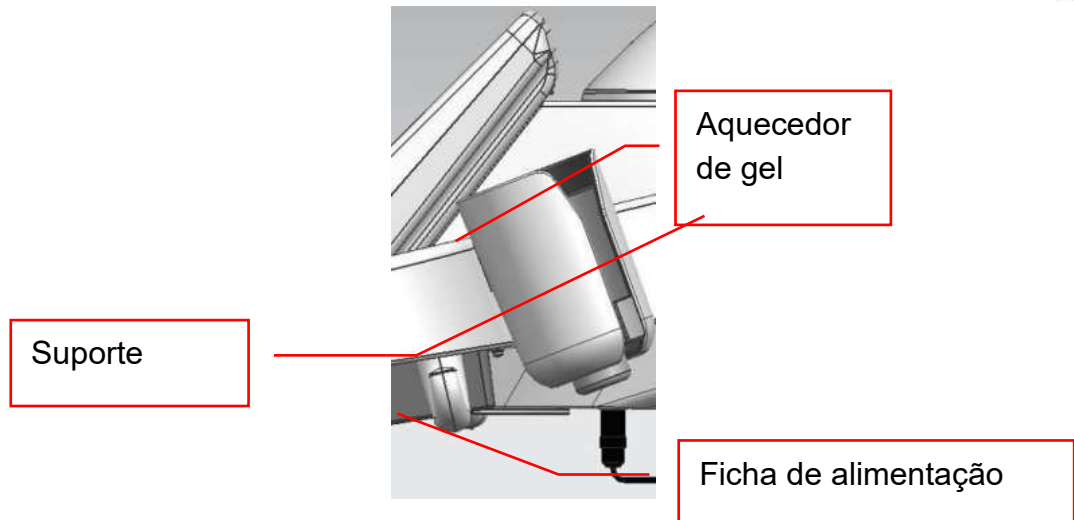

Fig.4-16 Ligando a fonte de alimentação
5) Ver Fig.4-16 para a terminar a ligação.